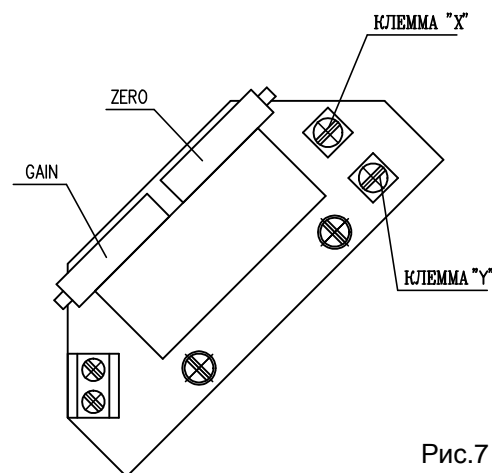

Рис.7
3.4.1 EPV - 2-проводниковое включение (рис.7)
- Установите датчик сопротивления на основании инструкций в предыдущей главе так, что величину сопротивления измеряйте на клеммах X-Y (рис.7). (употреблен датчик с сопротивлением 100)
- Поворачиванием устанавливающего триммера ZERO (рис.7) установите величину выходного сигнала тока, измеряемого на клеммах 81-82, на величину 4 мА.
- Поворачиванием устанавливающего триммера GAIN (рис.7) установите величину выходного сигнала тока, измеряемого на клеммах 81-82, на величину 20 мА.